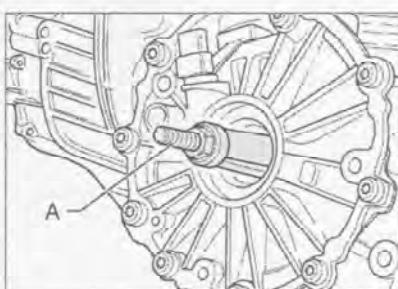

Рис. 7.130. Снятие дистанционной шайбы.
1. Извлеките дистанционную шайбу с помощью съемника Kukko 21/3 (А) (рис. 7.130). Если снятие шайбы затруднительно, воспользуйтесь приспособлением MP 3-419.